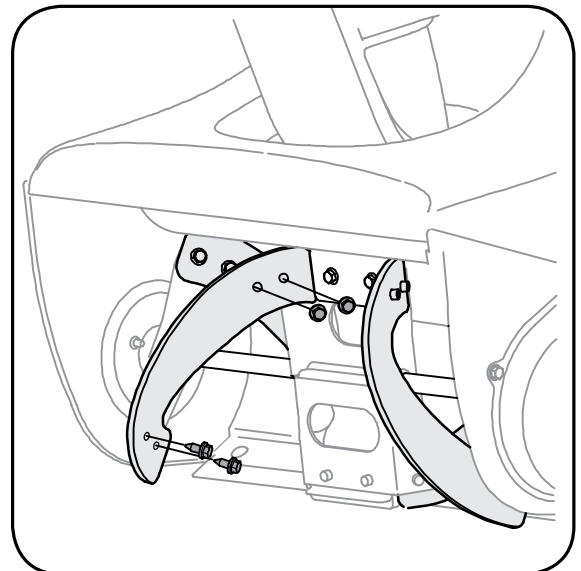

Figure 6-5
1. Pour démonter les pales, enlevez les vis taraudées qui les maintiennent sur la souffleuse. Voir la Figure 6-5.